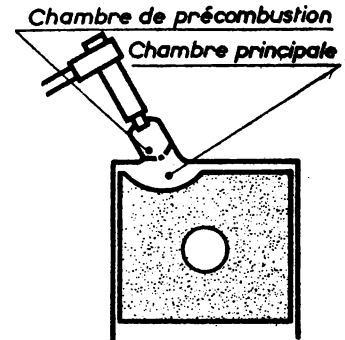

Fig. 1
- du *volume libre* compris entre la culasse et le dessus du piston quand il est au P.M.H. (fig. 1 a) ;
- d'une *cavité* placée soit dans le piston (fig. 1 b), soit dans la culasse (fig. 1 c), soit dans la partie supérieure du cylindre (fig. 1 d).
Dans ces moteurs, la chambre de combustion est constituée en deux parties (fig. 1) :